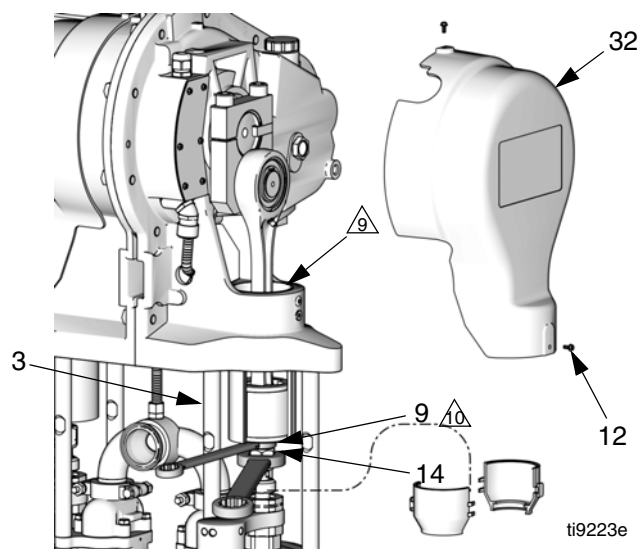

FIG. 4: Rimuovere il dado di accoppiamento
5. Vedere FIG. 4. Inserire la chiave da 3/4" sulle facce di presa del pistone a cursore (9) (appena sopra il dado di accoppiamento), per mantenere fissi il pistone a cursore/biella quando si sta allentando il dado di accoppiamento (14). Orientare la chiave di modo che sia serrata contro uno dei tiranti (3). Applicare una forza eccessiva sul pistone a cursore/biella può ridurre la durata del cuscinetto dello spinotto del pistone.
6. Usando una chiave aperta da 1-1/4" svitare il dado di accoppiamento (14) dal pistone a cursore (9) e farlo scorrere verso il basso contro la biella della pompa. Fare attenzione a non allentare i collari (13).